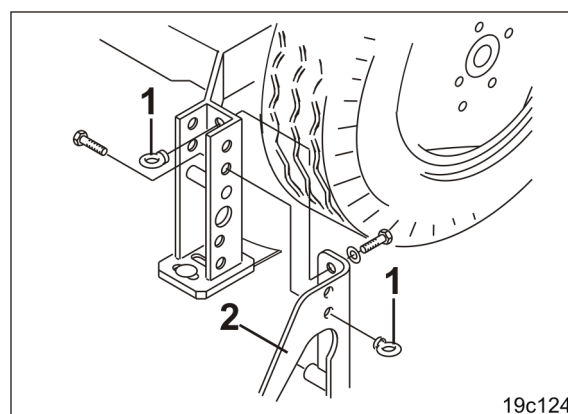

Bild 183
- 1.1 Lossa de båda öglemuttrarna (Bild 183/1).
- 1.2 Avlägsna hjulspårluckraren (Bild 183/2).